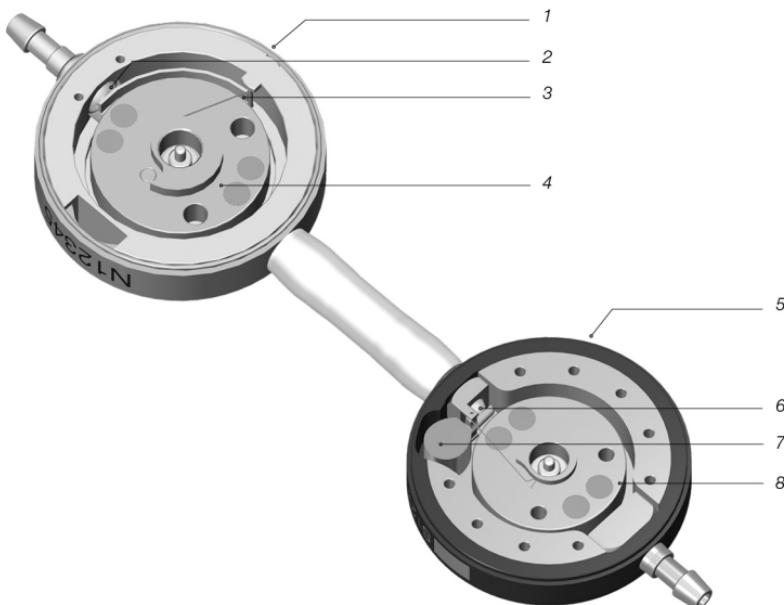

Abb. 1: Querschnitt des M.blue plus
Das M.blue plus ist ein aus Titan gefertigtes Ventil. Es besteht aus einer verstellbaren Differenzdruckeinheit (im Folgenden auch proGAV 2.0 genannt) und einer verstellbaren Gravitationseinheit (im Folgenden auch M.blue genannt) (Abb. 1). Die verstellbare Differenzdruckeinheit im proximalen Teil des Ventils (1) besteht aus einem stabilen Titangehäuse, in dessen vorderen Teil ein bewährtes Kugel-Konus-Ventil (2) integriert ist.